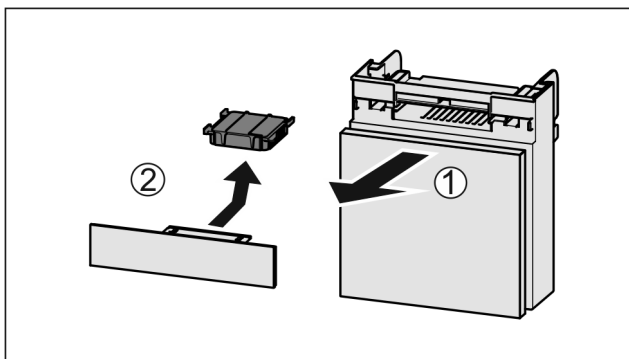

Fig. 98
- ▶ Fach nach vorne herausziehen Fig. 98 (1).
- ▶ Aktivkohlefilter entnehmen Fig. 98 (2).